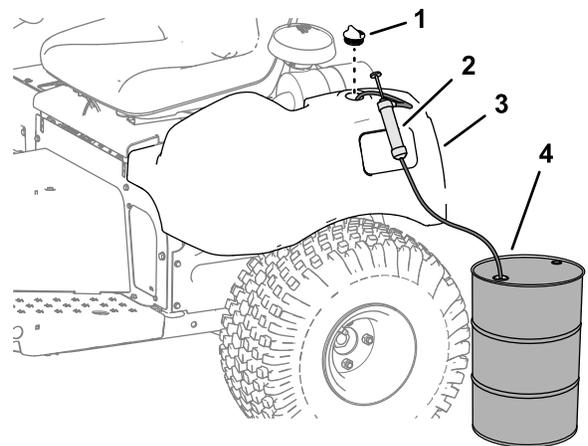

Figura 47
1. Retire a tampa do reservatório hidráulico (Figura 47).
2. Bombeie o fluido hidráulico do reservatório hidráulico (Figura 47).